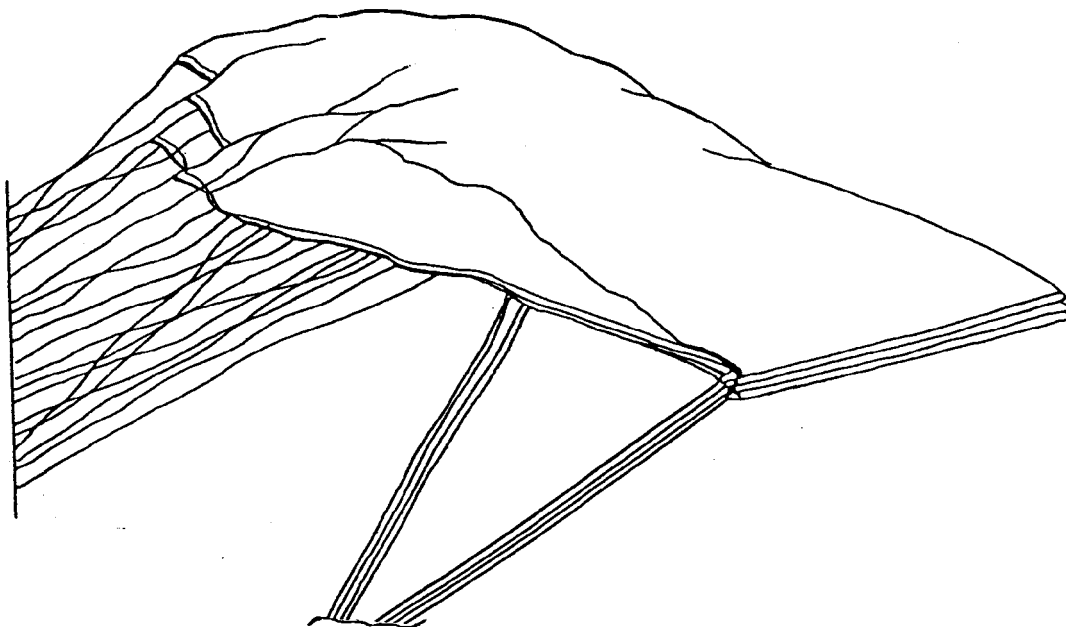

Рис. 2
- 1) захватывая ткань верхней оболочки купола между стропами первого ряда, вытянуть полотнища, тщательно их расправляя. Взяться за верхнее полотнище напротив места крепления правых строп второго ряда и, вытянув и расправив полотнища, положить их на полотнища у строп первого ряда (рис. 2);